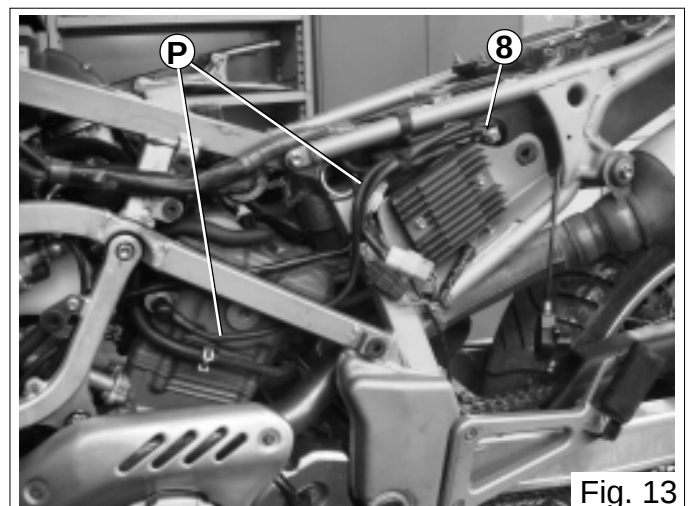

Fig. 13
- Das neue Massekabel "P" am Motor (Fig.13) und an der zuvor angebrachten Lasche am -Pol der Batterie mit den blauen Kabeln des Kabelstrangs "F" anbringen.